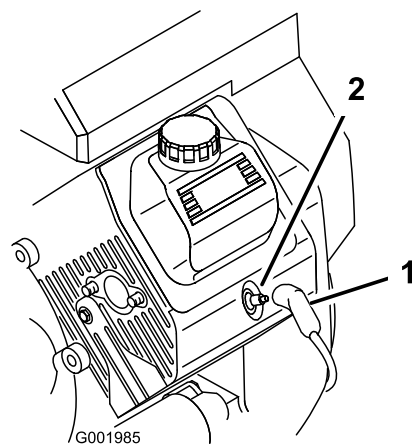

図 51
3. 点火プラグのコードが抜けているのを確認する (図 51)。
3. 点火コードを取り付ける(図 51)。